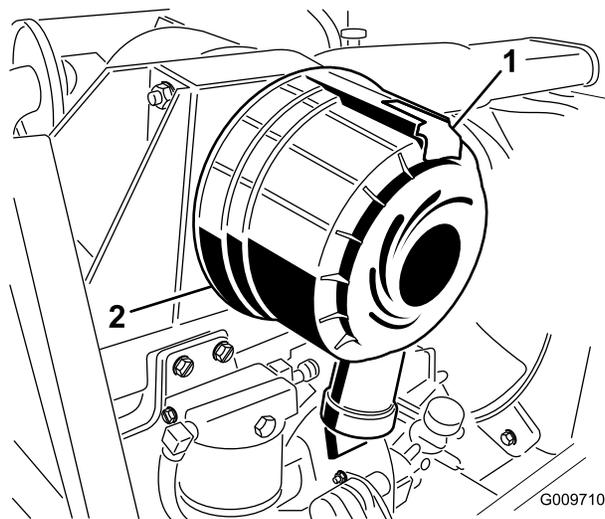

Bild 30
1. Ziehen Sie den Riegel nach außen und drehen Sie die Luftfilterabdeckung nach links (Bild 30).